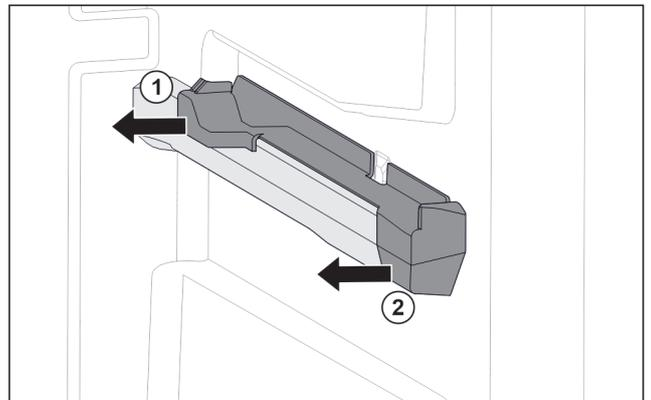

Fig. 93 Aufsteckteil auf der rechten Behälterraupe
- ▶ Aufsteckteil hinten zur Seite abziehen. Fig. 93 (1)
- ▶ Aufsteckteil vorne zur Seite abziehen. Fig. 93 (2)